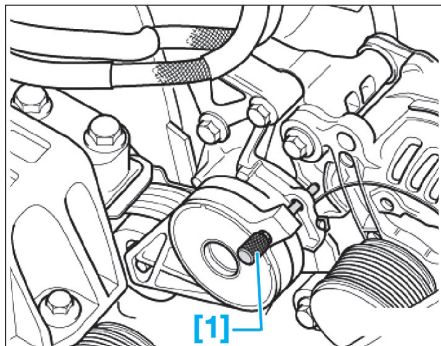

Fig. 14
- [1]. Pige de blocage (réf T0060) (Fig.14).
- Bloquer le tendeur à l'aide de l'outil [1] (Fig.14).